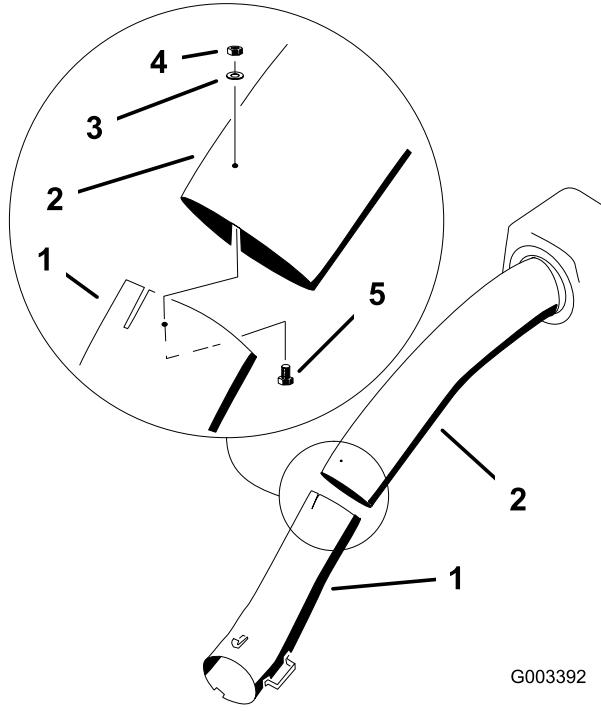

Figure 28
11. Réunissez les tubes supérieur et inférieur avec 3 boulons (n° 10 x 3/4 po), 3 rondelles plates (7/32 po) et 3 contre-écrous (n° 10), comme montré à la Figure 28.